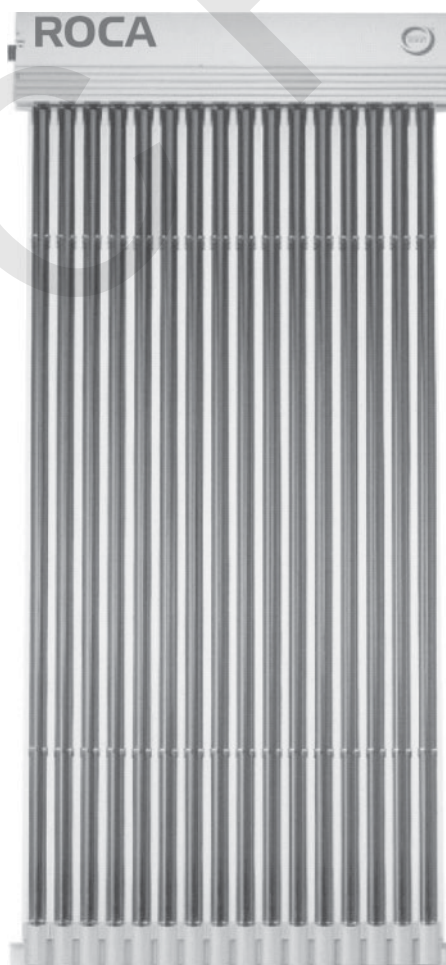

Fig. 1
- Transportar el colector a su lugar de emplazamiento sujetándolo solo por las escuadras de fijación, nunca por los tubos (fig. 1)